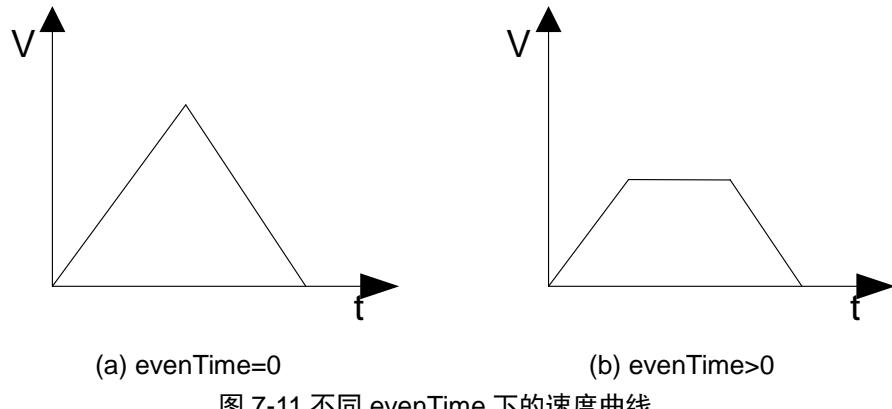

图 7-11 不同 evenTime 下的速度曲线
- **evenTime:** 每个插补段的最小匀速时间。当用户设置的插补段比较短时，而该插补段的目标速度又设置的比较大，则会造成合成速度的曲线如图 7-11 (a) 所示，只有加速段和减速段，形成一个速度尖角，加速度在尖角处瞬间由正值变为了负值，造成较大的冲击；设置了 evenTime 之后，可以减小目标速度，使速度曲线如图 7-11 (b) 所示，减小了加速度突变的冲击。